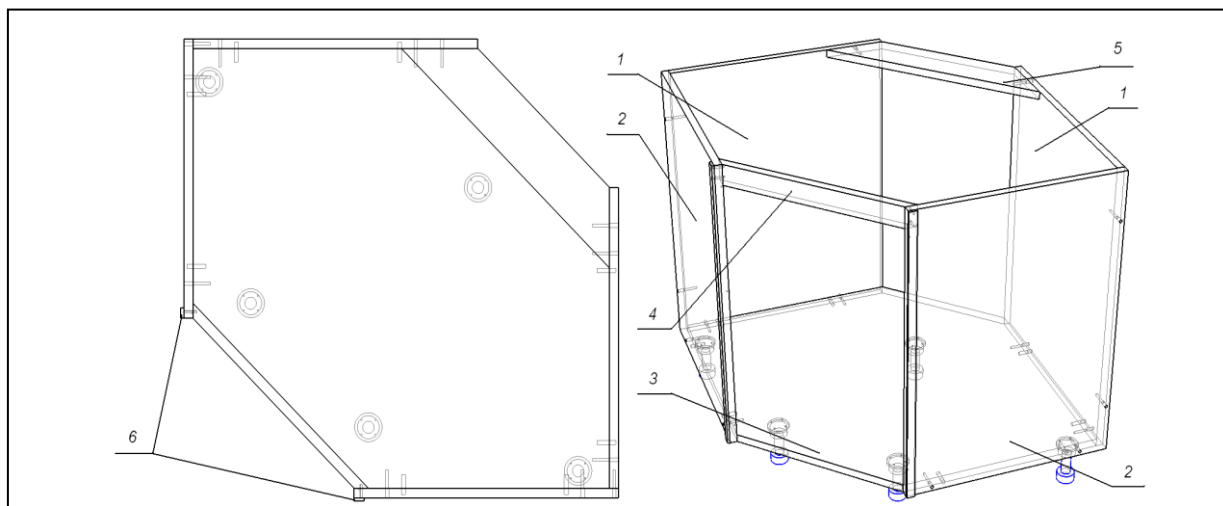

Рис. 29
4. Сборка корпуса мойки M04 (рис. 29):